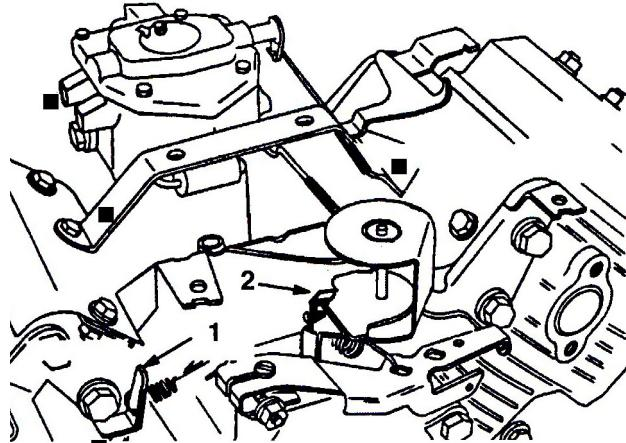

図38
3. 調速アイドル・スプリング・アンカーの耳(図38)を曲げて、エンジン速度を 1625 ± 50 RPM に調整する。タコメータで速度を確認のこと。
5. スロットル・コントロールを FAST 位置とする。高速アイドル・スプリング・アンカー(図38)の耳を曲げて 2850 ± 50 rpm となるように調整する。